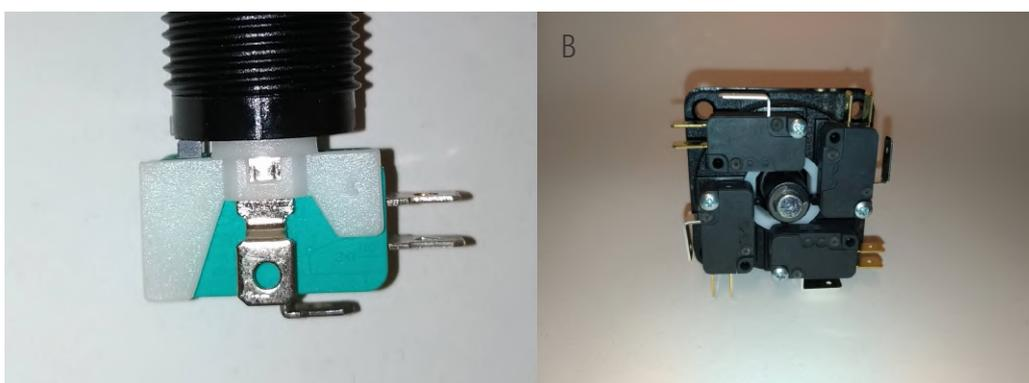

Figura 8. Elementos comutadores dos botões (A) e do joystick (B).
O movimento dos motores dos ROVs contruídos com os kits apresentados neste manual é controlado pela existência de comutadores (Figura 8), que permitem ou impedem a passagem da corrente elétrica. Quando o comutador não está pressionado (posição normal) não há passagem da corrente, pois o circuito conecta diretamente o terminal comum (COM) ao terminal normalmente fechado (NF), não passando pelo terminal normalmente aberto (NA) (Figura 9). Ao pressionar o comutador estabelece-se a ligação entre o terminal comutador e o terminal NA, permitindo deste modo a passagem da corrente.